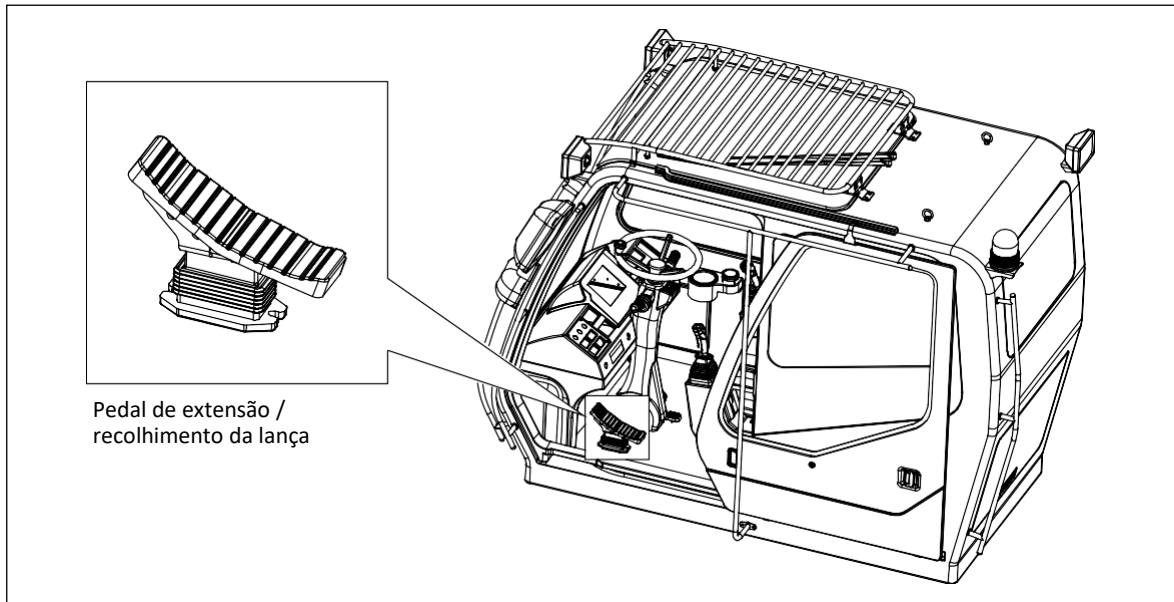

Figura 7-12 Pedal de Extensão/Recolhimento da Lança
- B. O pedal de extensão/recolhimento da lança controla os movimentos de telescopagem. Consulte a figura 7-12.